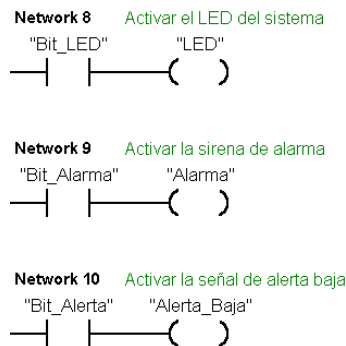

Figura 12
El programa utiliza marcas (M) para almacenar los resultados de la lógica de control. Al final del programa, dichas marcas activan (o desactivan) las salidas. Como se puede ver en la figura 12.